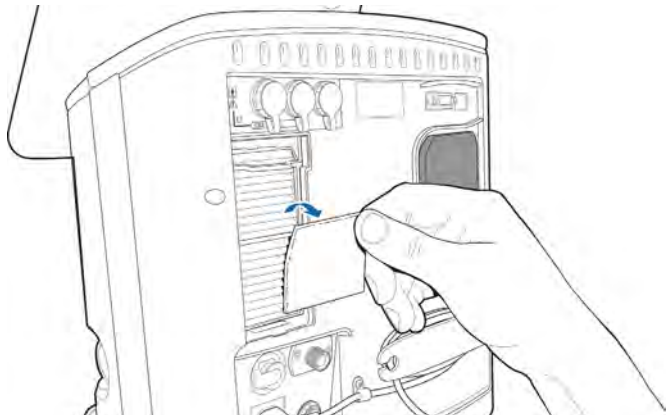

Figura 10-2. Extracción de los filtros de la entrada de aire
5. Instale nuevos filtros antipolvo de entrada de aire (figura 10-2) o lave los existentes con agua y jabón suave; a continuación, aclárelos, séquelos y vuélvalos a colocar.